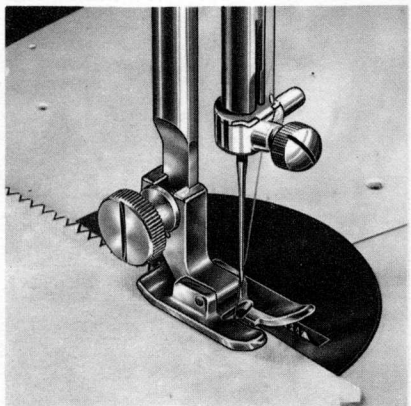

FIG. 45
**3/B-5** Ce genre de couture est identique au point zig-zag normal et sert à empêcher l'effilochage du bord coupé de l'étoffe. Le surfilage doit être exécuté en guidant l'étoffe pour que les points zig-zag se ferment alternativement sur le bord et à l'intérieur du tissu (voir fig. 45).